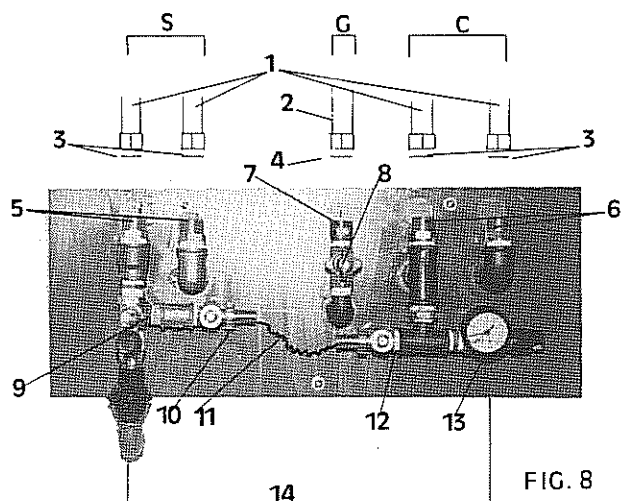

FIG. 8
b) raccordement (fig. 8)
- sanitaire (S)
- chauffage (C)
- gaz (G)
b) aansluiting (fig. 8)
- sanitair (S)
- C.V. (C)
- gas (G)